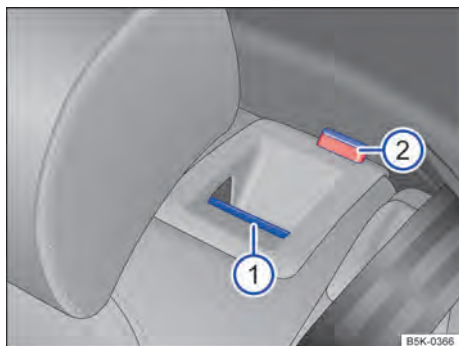

Fig. 68 No encosto do banco traseiro: botão de destravamento.
- Puxar o botão de destravamento → **Fig. 68**  para frente e, ao mesmo tempo, rebater o encosto do banco traseiro para frente.
- A respectiva parte de encosto do banco traseiro estará destravada quando a marcação vermelha → **Fig. 68**  estiver visível.
- A marcação vermelha → **Fig. 68**  não pode mais estar visível.